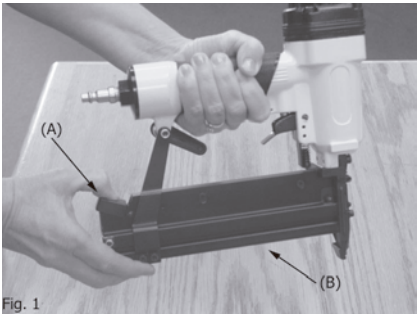

Fig. 1
1. Abra el pestillo del almacenador (A) y abra el cobertor (B). Fig.1.
1. Abra el pestillo del almacenador (A) y tire para abrir la cubierta del almacenador (B). Fig. 1